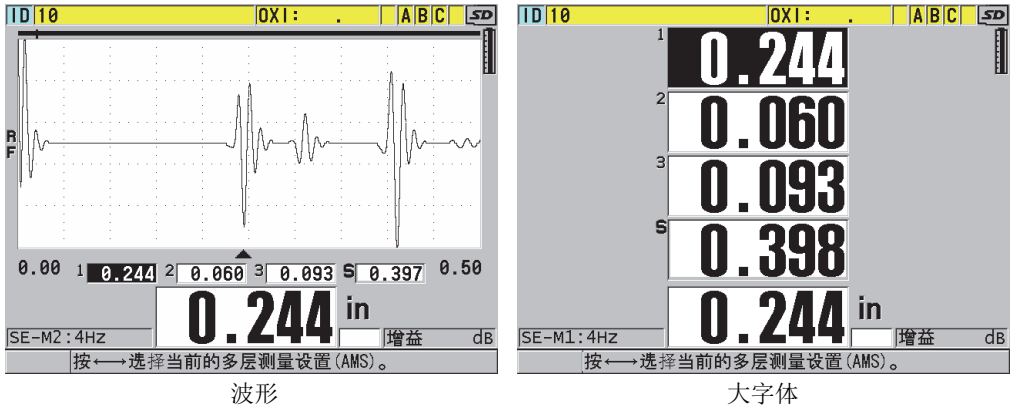

图 7-8 显示三个层厚度及厚度总和的多层测量显示模式
- d) 将**显示模式**设为以下选项中的一项目（参见第 109 页的图 7-8）：
- c) 将**显示模式**设为**波形或大字体**（参见第 109 页的图 7-8）。